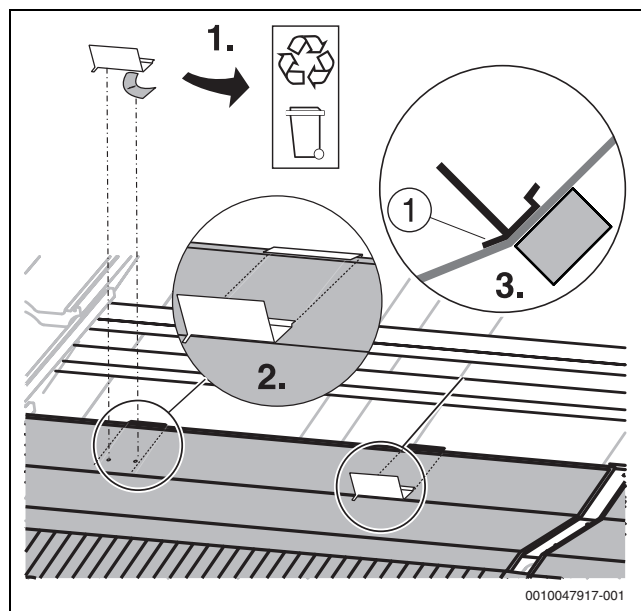

Bild 31 Abrutschsicherungen positionieren und aufkleben
1. Schutzfolie von Abrutschsicherung abziehen (→ Bild 31).
2. Abrutschsicherung so auf das untere Eindeckblech kleben, dass die Abrutschsicherungen mit den Montagehaltern fluchten (→ Bild 31).
3. Abrutschsicherung muss genau in der Abkantung des Eindeckblechs liegen (→ Bild 31).